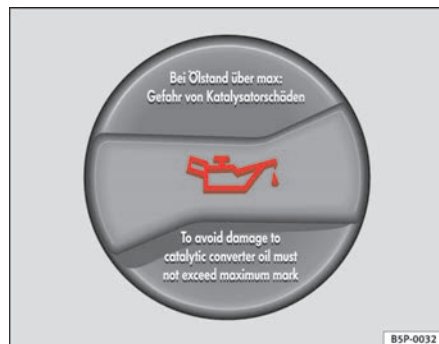

Fig. 127 Vano motore:
- Svitare il tappo del bocchettone di rifornimento dell'olio motore ⇒ fig. 127.